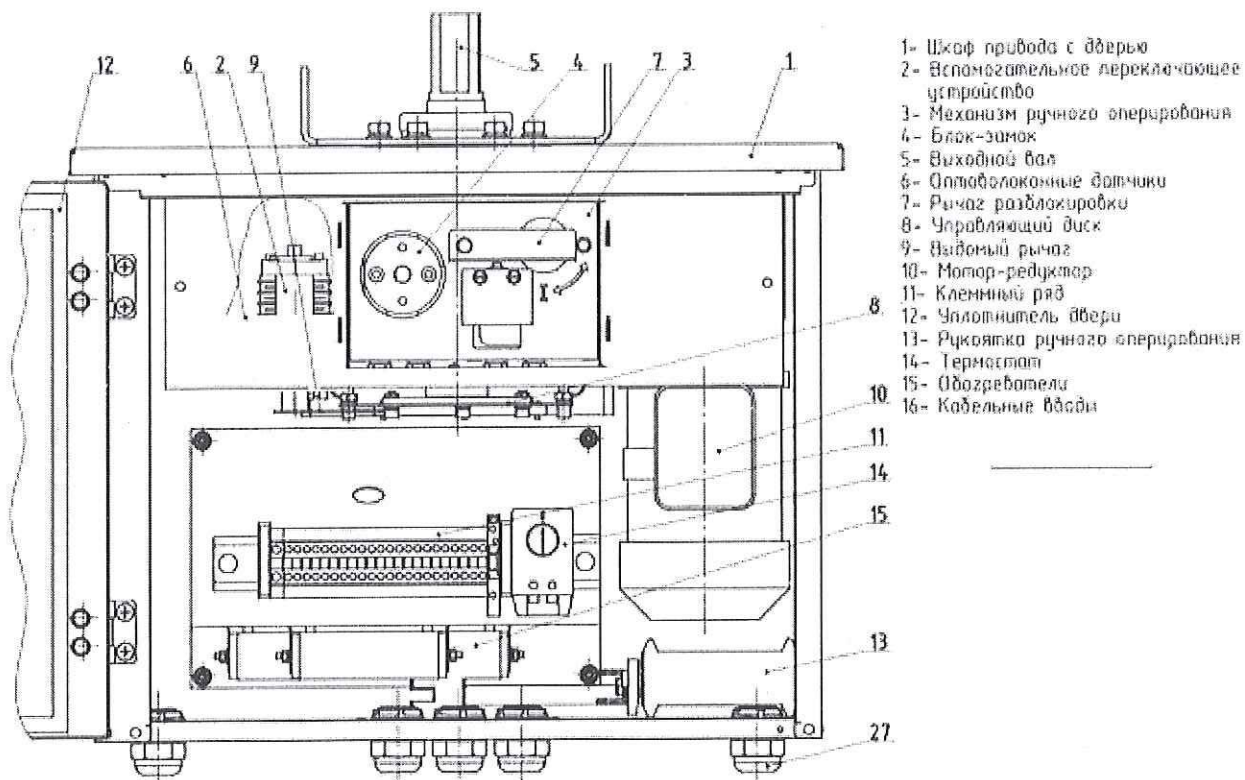

Рисунок 1 – Общий вид привода.
4.1.3 Крепление привода к опорной металлоконструкции осуществляется при помощи шпилек М16 (рисунок 1).